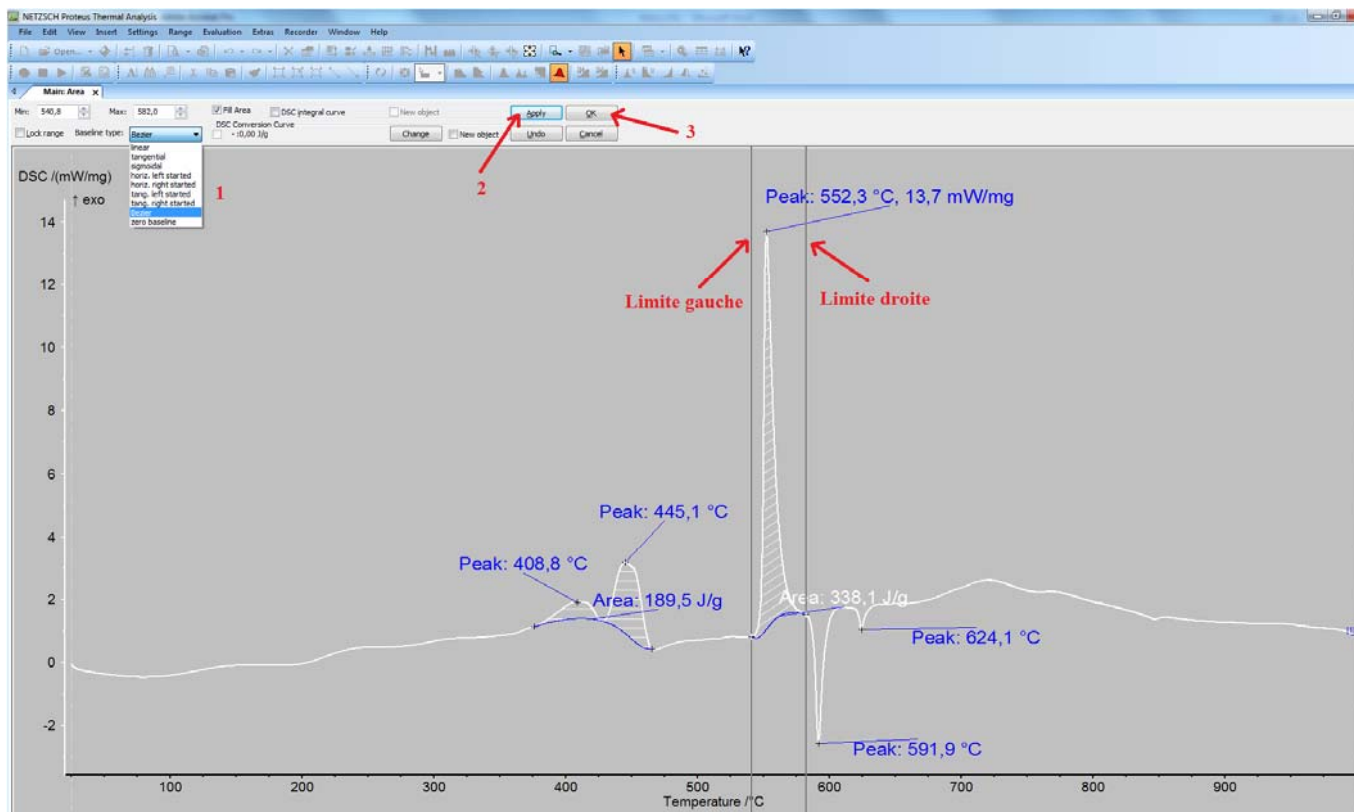

Figure 51 : Main Area
La fenêtre « Main area » s'ouvre (Figure 51). Positionner la limite gauche et droite de l'intervalle au début et à la fin du pic dont le calcul de l'aire va être réalisé. Différents types de lignes de base peuvent être choisis dans le menu déroulant (1). Cliquer sur « Apply ». Il est possible de déterminer l'aire de plusieurs pics (les uns après les autres), il suffit de déplacer les limites gauche et droite de l'intervalle à analyser et de cliquer sur « Apply ». Lorsque l'analyse des pics est terminée, cliquer sur OK.